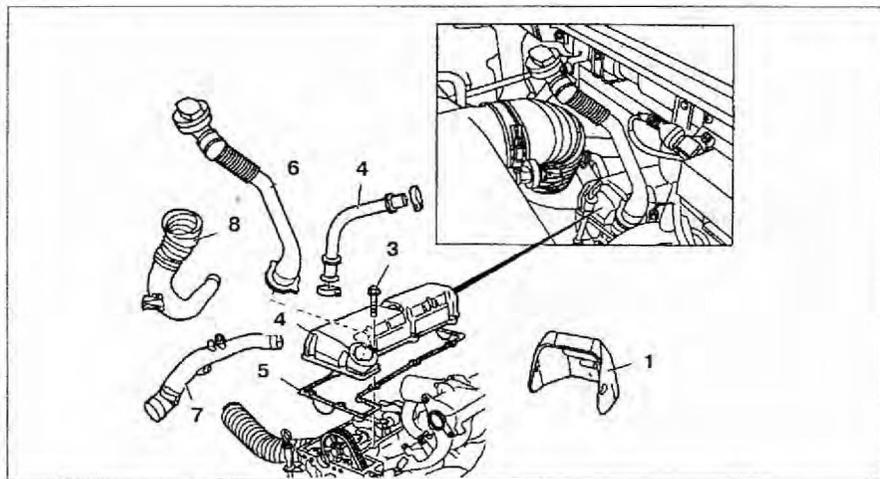

Рис. 2.5. Крышка головки блока цилиндров:
1. Снимите крышку 1 (рис. 2.5).